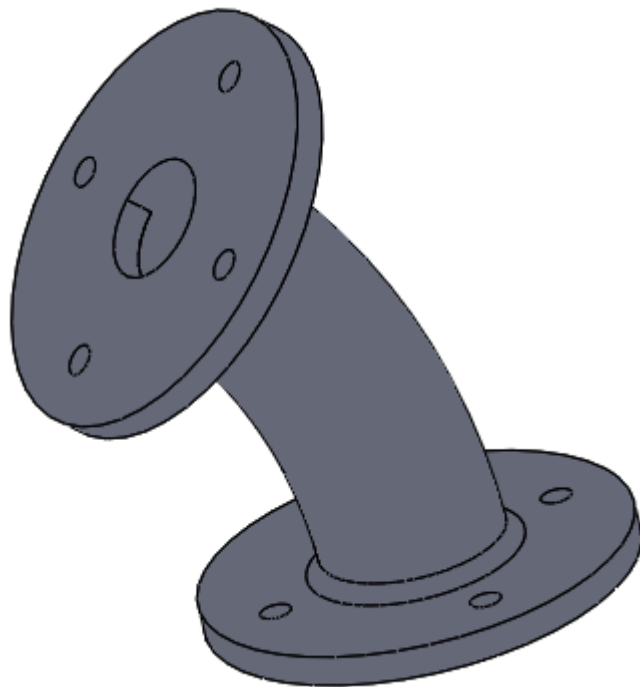

Ilustración 118
Paso 3: Se realizan las operaciones necesarias para finalizar la pieza. En este caso se realizaron dos extrusiones, dos cortes, dos matrices y un redondeo como se muestra en la ilustración 118.